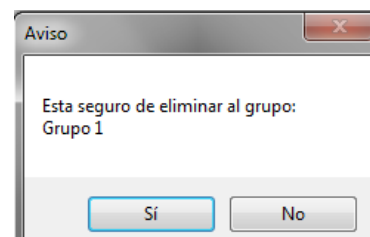

Figura 9. Eliminar grupo.
3. Confirme dando clic en el botón "Sí" o cancele con el botón "No" (figura 9).